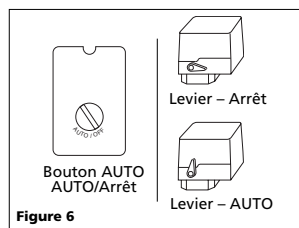

Figure 6
4. Tournez le levier ou le bouton du manostat à la position **AUTO** et faites fonctionner l'appareil pendant 30 minutes pour roder les pièces de la pompe (reportez-vous à la figure 6).